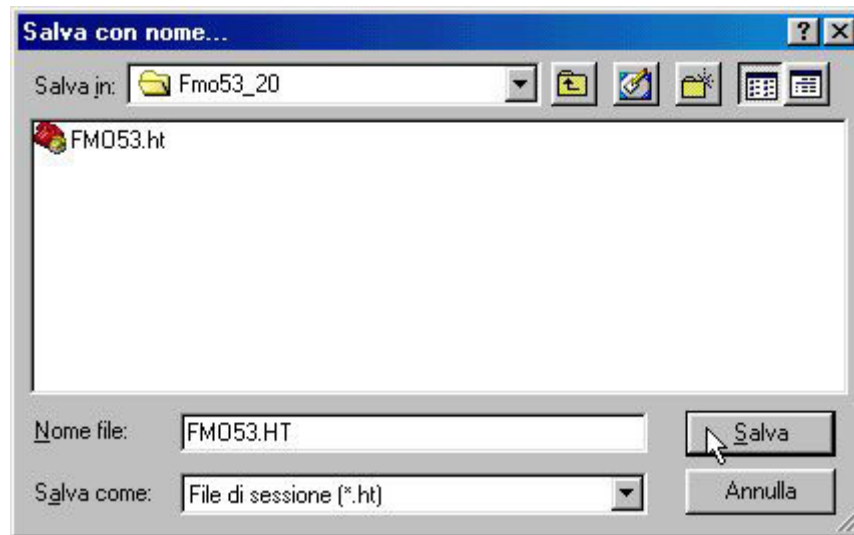

FIGURA 21: CONFIGURAZIONE COMUNICAZIONE CON HYPERTERMINAL (4 DI 4)
4) Salvare le configurazioni effettuate in un file in modo da poterle richiamare velocemente durante tutti i futuri usi dell'**FM053** con **HYPERTERMINAL**, tramite l'opzione *File / Salva col nome....* Si consiglia ad esempio di chiamare *FM053.HT* tale file di configurazione (come illustrato in figura 21), e di usarlo per ogni esecuzione, con un semplice doppio click sulla sua icona.